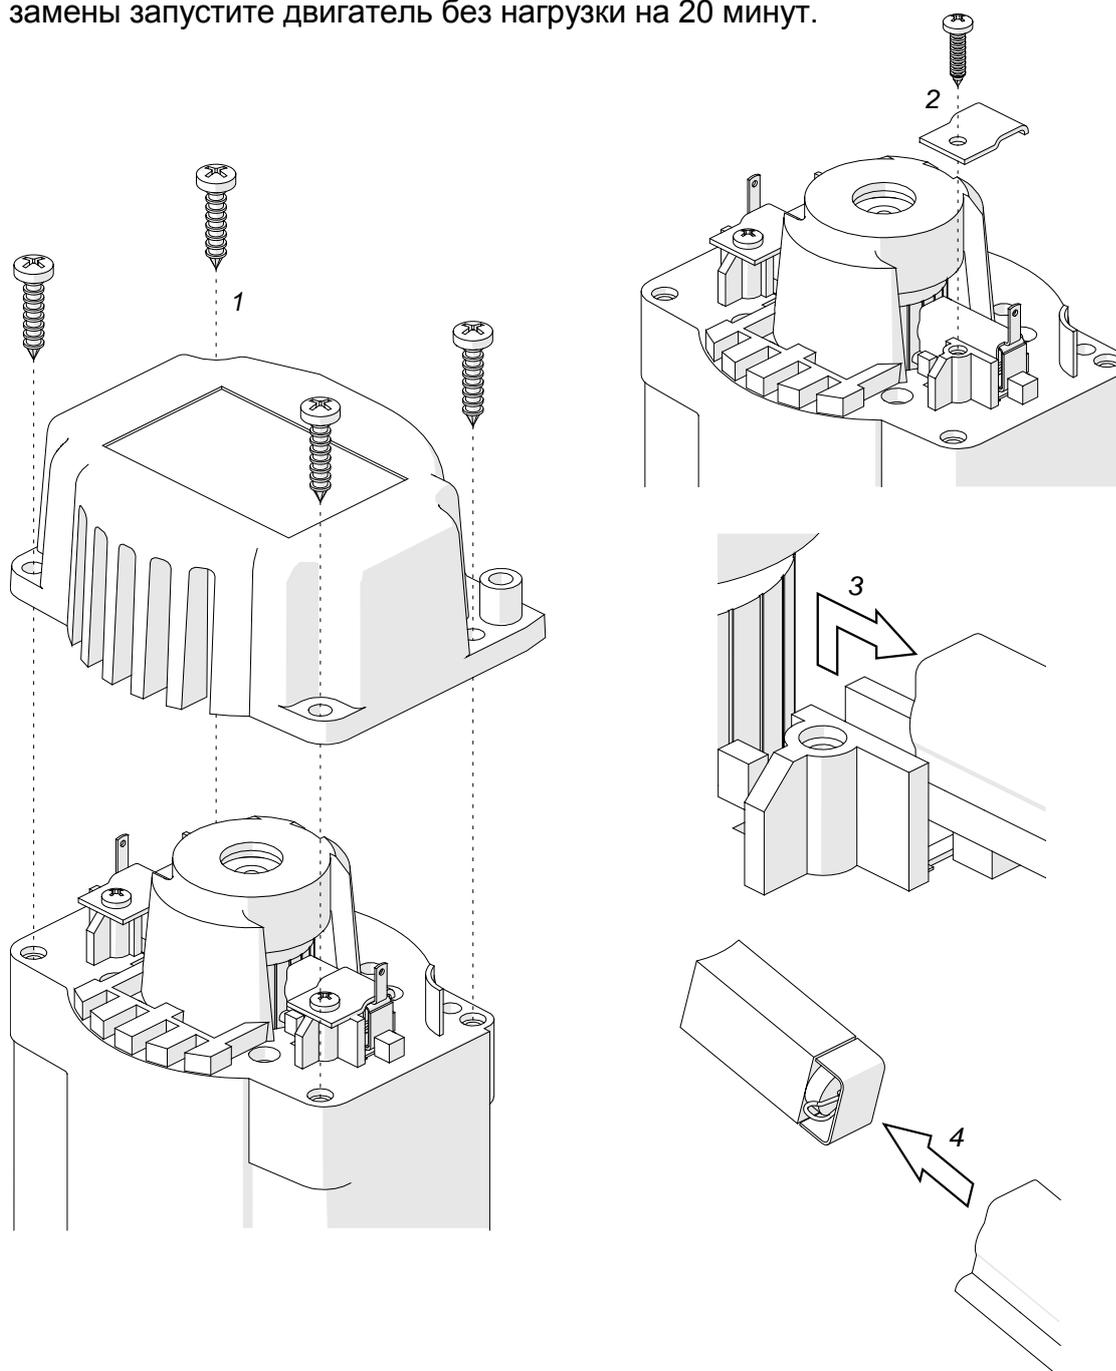

Fig. 6. Замена щеток
Проверяйте состояние щеток каждые 100 часов работы. Для этого отключите машину от источника питания и открутите крышку (1, рис. 6). Затем открутите прижимные пластины (2), снимите щеткодержатели (3) и щетки (4). Если длина щетки менее 5 мм, замените обе щетки на новые.